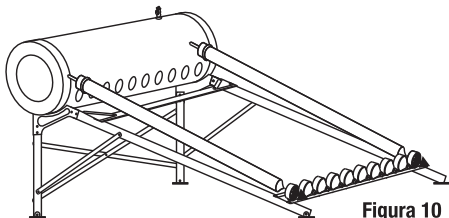

Figura 10
- 8) Con ayuda de alguien introduzca, lo más recto posible, dos tubos a los conos de los extremos como se muestra en la **Figura 10**. Después regrese los tubos en dirección al termo-tanque y alinee el termo-tanque con los tubos de manera que los tubos no vayan entrar forzados o en tensión. Es ahora cuando puede fijar el termo-tanque a la base apretando sus tuercas.